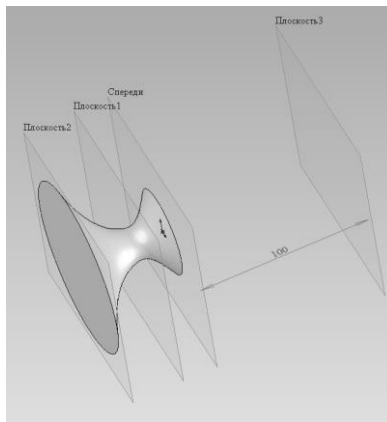

Рисунок 5.6. - Створення нової площини з реверсом
- створити ще одну площину, що віддаляється від передньої площини на відстані – 100 мм, увімкніть реверс напрямку (рис. 5.6).